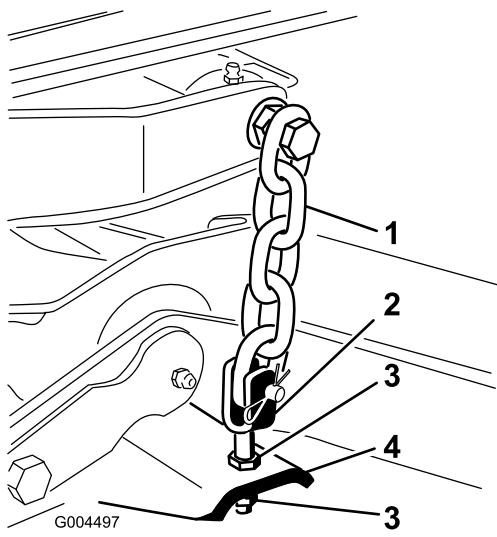

Figure 77
7. Ajustez les écrous de blocage qui fixent les chapes/chaînes au tablier de coupe pour éléver l'arrière du tablier de coupe de sorte à obtenir une inclinaison de la lame de 8 mm (5/16 po) (Figure 77).